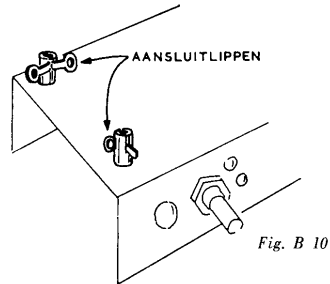
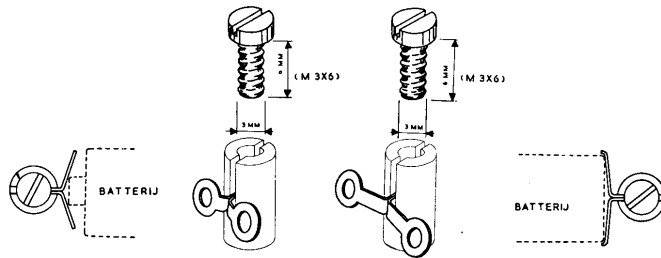

Fig. B 10
Fig. B 11
7. Tussen de twee klemmen KL 1 N links (vanaf de zijde van de assen gezien) wordt straks de batterij aangebracht. Daarvoor maken we van vier losse aansluitlippen twee stel contactstukjes voor deze batterij. Buig de lippen in de aangegeven vorm (fig. B 11) en zet ze vast met twee korte boutjes. Let op de juiste plaats van de lange en korte lippen (fig. B 10).